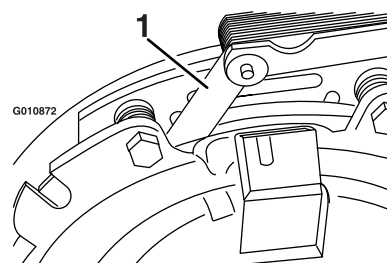

**Figura 75**
- B. Afferrate la linguetta sporgente con una pinza a becchi sottili o con le dita, e rimuovete lo spessore (Figura 75).